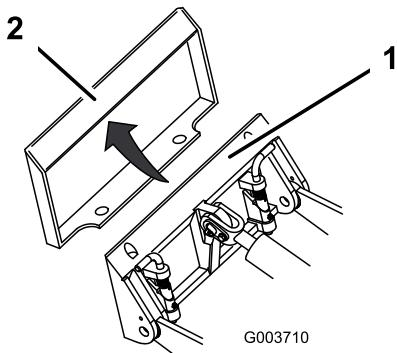

Figura 15
- Coloque la placa de montaje debajo del reborde superior de la placa receptora del accesorio (Figura 15).